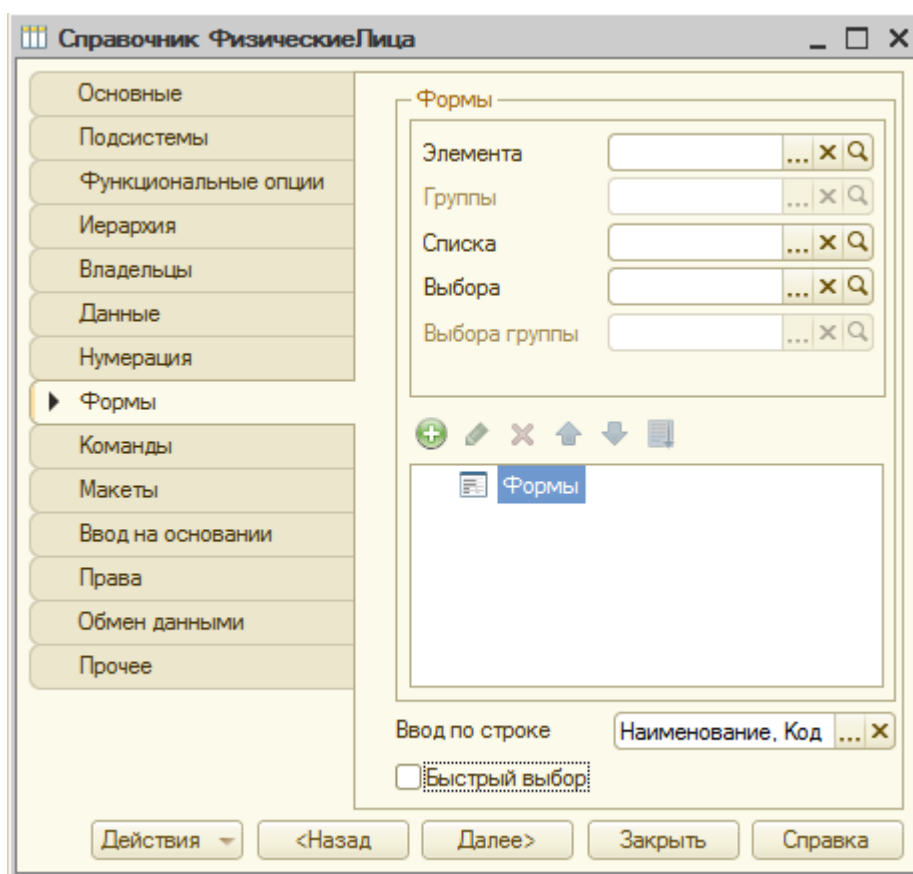

Рисунок 3.11- Вкладка **Формы** окна редактирования объекта
9.1 Откроем закладку **Формы** окна редактирования справочника **ФизическиеЛица**. Можно отметить, Рисунок 3.11, что ни одной формы не задано – то есть все они создаются системой автоматически. Нам же нужна собственная форма **элемента** справочника.